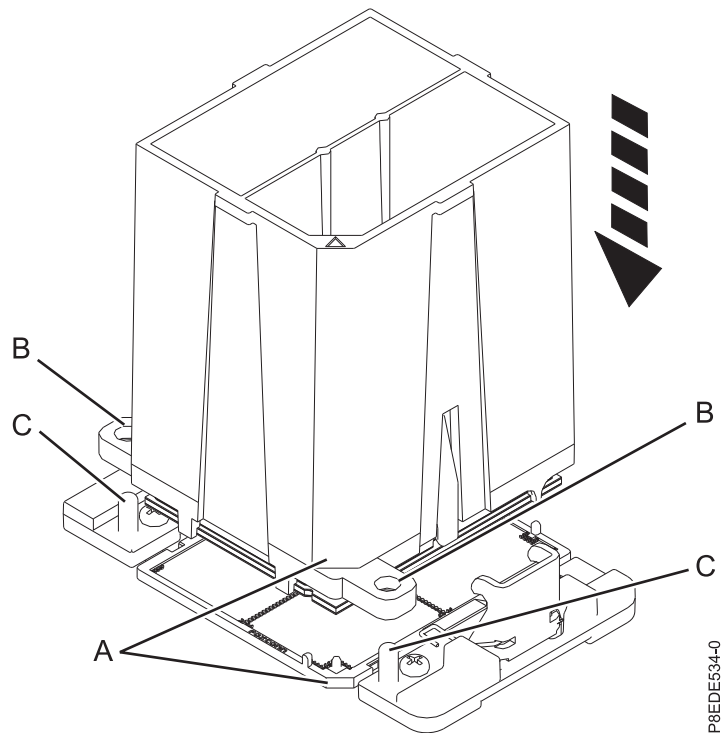

図 14. システム・プロセッサ・モジュールの取り付け
- b. ツールとシステム・プロセッサ・モジュールを下げて、ソケットに乗せます。ツールの斜めになっている角 **(A)** を、ソケットの斜めになっている角と位置合わせします。2 つのガイド・ピン **(C)** をツールの両側にある位置合わせ穴 **(B)** に差し込みます。傾けないように注意して、ツールを水平に下ろします。 16 ページの図 14 を参照してください。